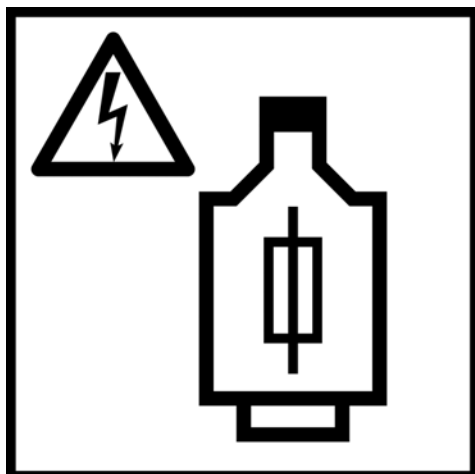

Fig.: 11
- 2 Considerar o uso de fusíveis para cada fase individual (Fig.: 11)